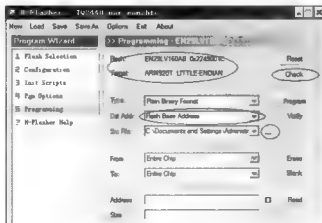
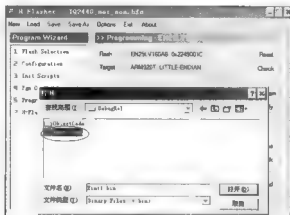

图 2-21 检测 Flash 型号
图 2-22 选择二进制文件
(5) 在 H-Flasher 窗口中，选择“Programming”，单击“Check”按钮，会显示出 Flash 型号，单击“Src File”框右边的“...”按钮，会弹出“打开”对话框，然后找到“Emt1.bin”，最后单击“Program”按钮即可实现程序下载，整体过程如图 2-21、图 2-22 所示。